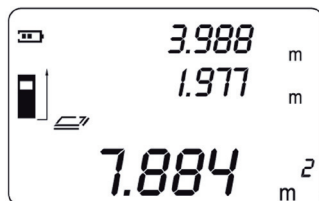

Fig. 10
7. Nuovamente premere il tasto "Read" per visualizzare l'area nell'ultima riga in basso sul display; allo stesso tempo la larghezza sarà indicata nella seconda riga (fig. 10).